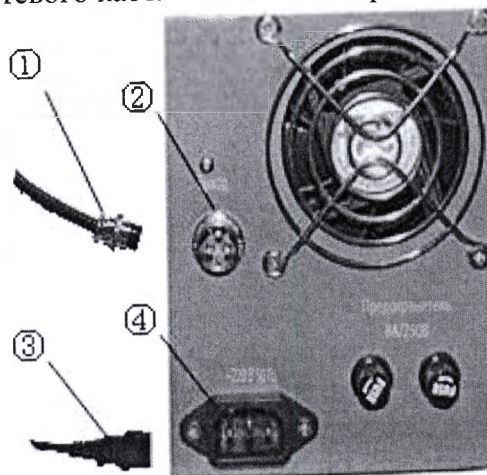

Рис. 16
1. Плотно подсоедините коннектор кабеля (рис.16 ①) от фонаря лампы к разъему (рис.16 ②) на блоке питания.
2. Плотно подсоедините сетевой кабель (рис.16 ③) к разъему блока питания (рис.16 ④).